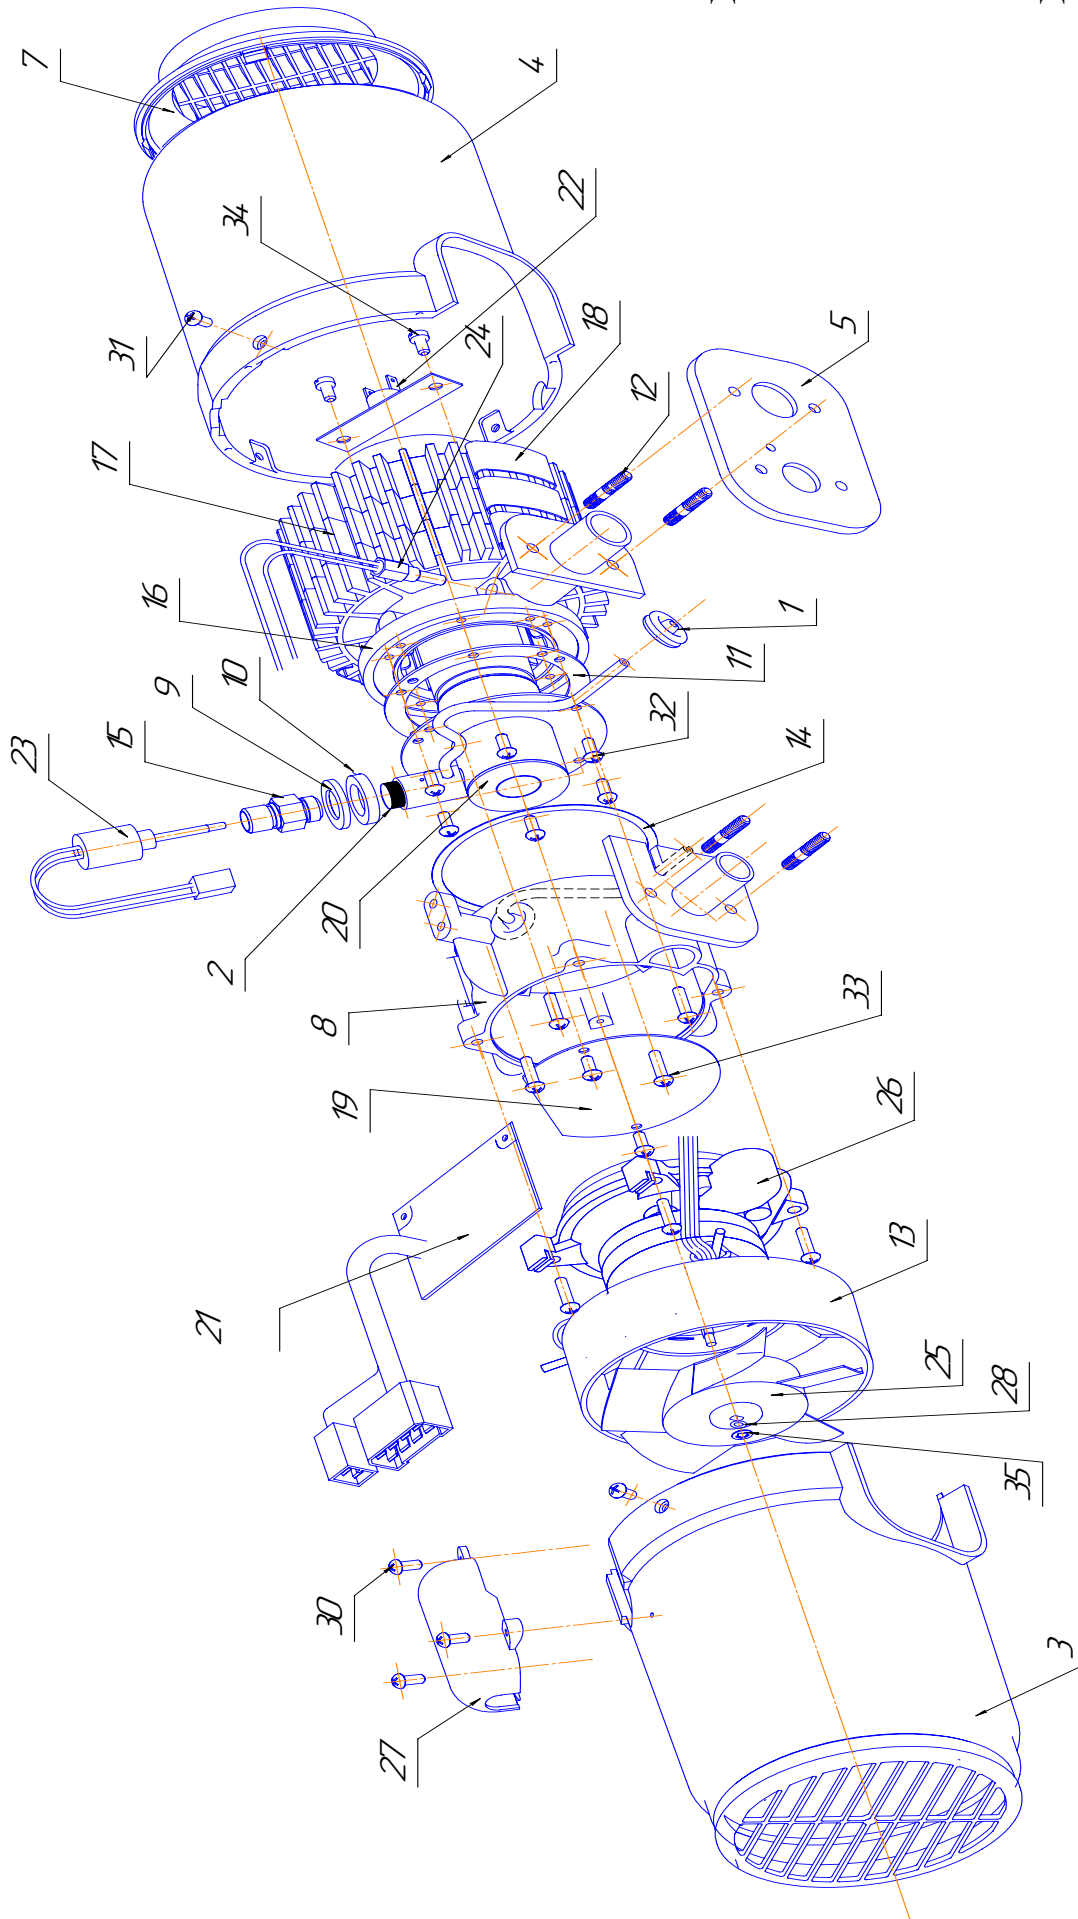

Рис.2-Схема деления нагревателя на составные части.
- 2 Состав нагревателя ПЛАНАР-4Д-12, ПЛАНАР-4Д-24 согласно схеме деления - рис.2 и перечню деталей и сборок – таблица 2;